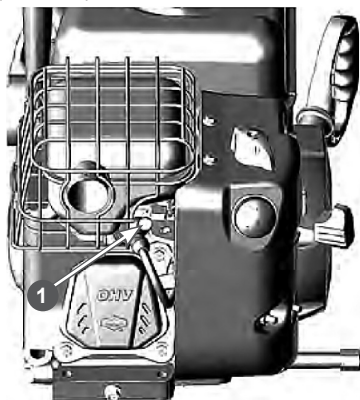

Рис. 30 Расположение колпачка высоковольтного провода
1. Снимите со свечи зажигания колпачок 1 высоковольтного провода и удалите грязь вокруг свечи зажигания (Рис. 30).